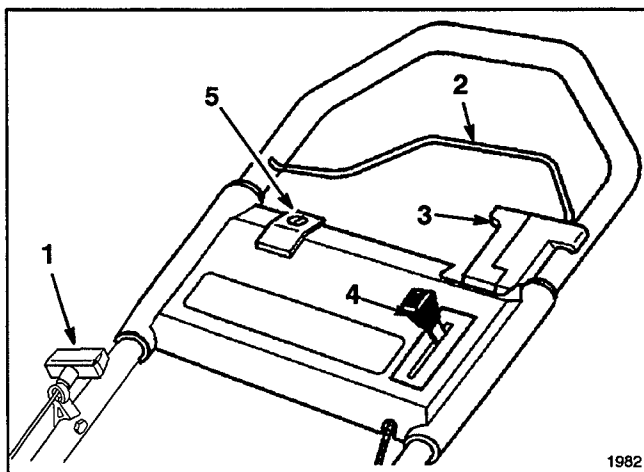
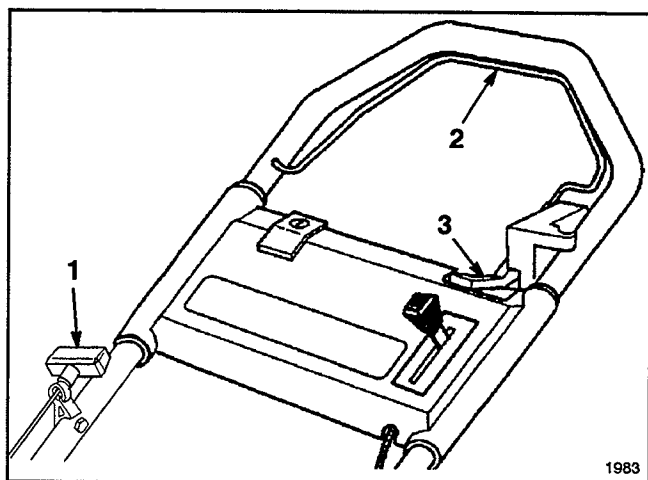
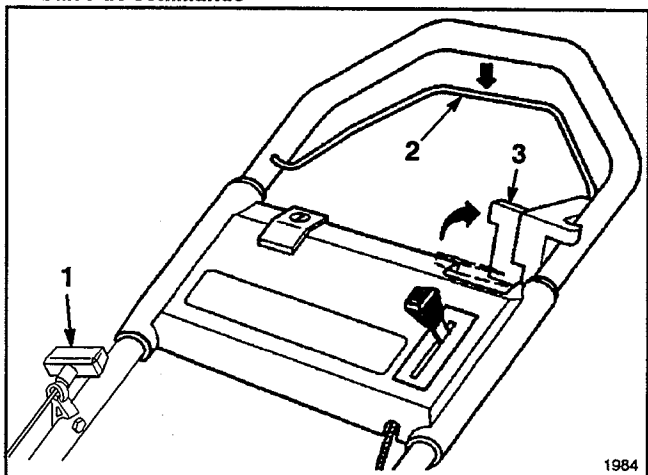
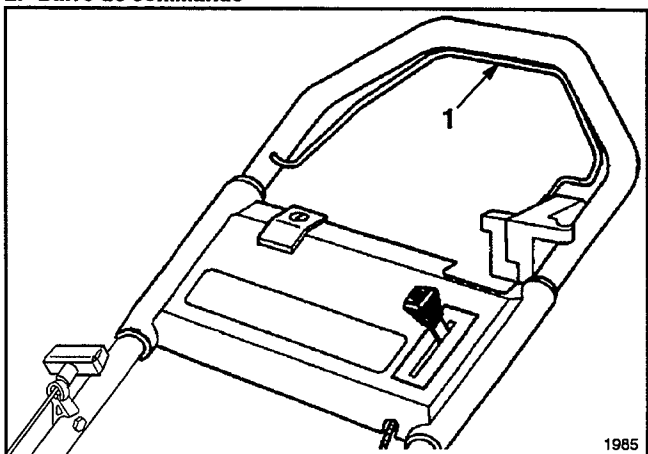

Figure 10
Figure 11
Figure 12
Figure 13
COMMANDES—La clé de contact, la commande de traction, la manette des gaz, la barre de commande et la poignée du lanceur se trouvent sur le mancheron (Fig. 10).
4. DÉMARRAGE ÉLECTRIQUE—Pousser la commande de traction vers l'avant (vers le moteur) (Fig. 11) et serrer la barre de commande à fond contre le mancheron. Tourner la clé de contact (Fig. 10) sur DÉMARRAGE (START) et la lâcher quand le moteur se met à tourner. Laisser la barre de commande descendre à mi-course et tirer la commande de traction vers l'arrière (vers soi) (Fig. 12). Serrer lentement la barre de commande vers le mancheron pour embrayer le mécanisme de traction (Fig. 13). Amener la manette des gaz à la position souhaitée entre  (RAPIDE) et  (LENT). Si la charge de la batterie est insuffisante pour lancer le moteur, démarrer à l'aide du lanceur (Fig. 10).
5. DÉMARRAGE MANUEL—Pousser la commande de traction vers l'avant (vers le moteur) (Fig. 11) et serrer la barre de commande à fond contre le mancheron. Tirer lentement la poignée du lanceur jusqu'à ce qu'on sente une résistance, puis tirer vigoureusement pour lancer le moteur. Laisser la barre de commande descendre à mi-course et tirer la commande de traction vers l'arrière (vers soi) (Fig. 12). Serrer lentement la barre de commande vers le mancheron pour embrayer le mécanisme de traction (Fig. 13). Amener la manette des gaz à la position souhaitée entre  (RAPIDE) et  (LENT).